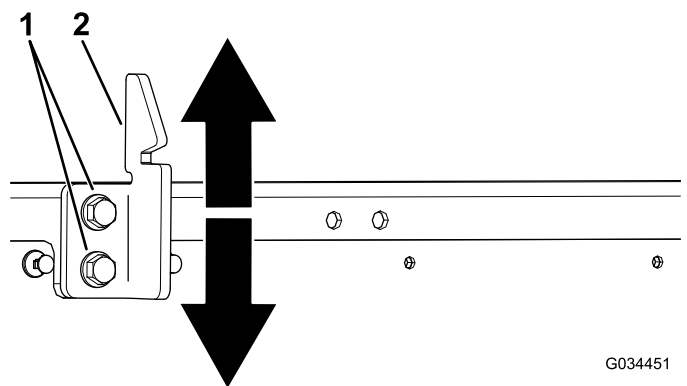

Figure 70
3. Desserrez les 2 boulons sur la gâche du loquet et montez ou descendez la gâche selon qu'elle est trop haute ou trop basse (Figure 70).
4. Serrez les 2 boulons de la gâche du loquet du plateau (Figure 70).